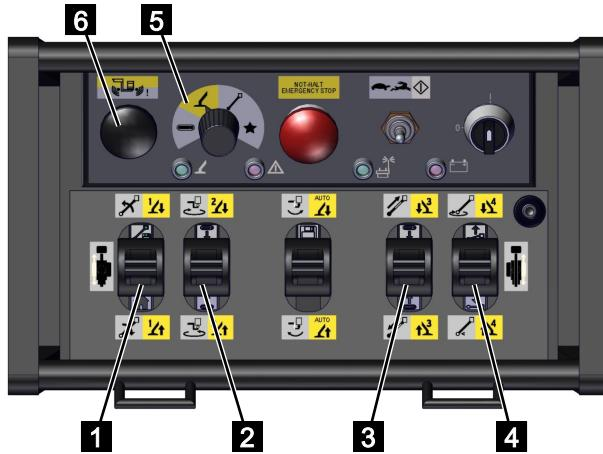

Abb. 148
3. Den Funktionswahlschalter auf [Stützenfunktion] (gelb) (Abb.148/5) stellen.
4. Den Kollisionstaster (Abb.148/6) gedrückt halten.
5. Mit den Steuerhebeln (Abb.148/1,2,3 und 4) die gewünschte(n) Stütze(n) gemäß nachfolgender Tabelle bedienen.